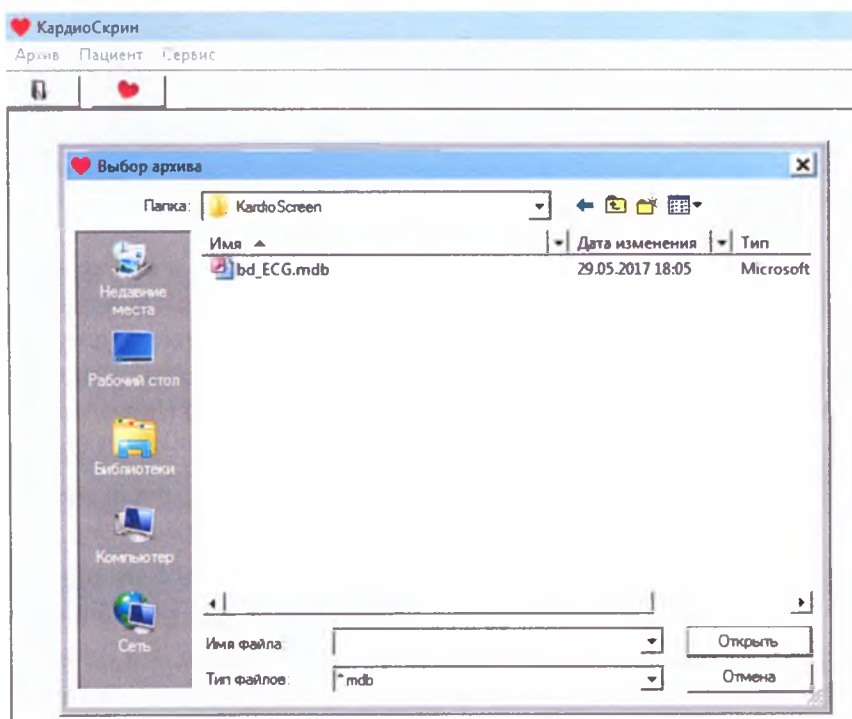

Рис. 10. Выбор и открытие архива
- в появившемся окне «Выбор архива» (рис. 10) указать нужный Вам архив;